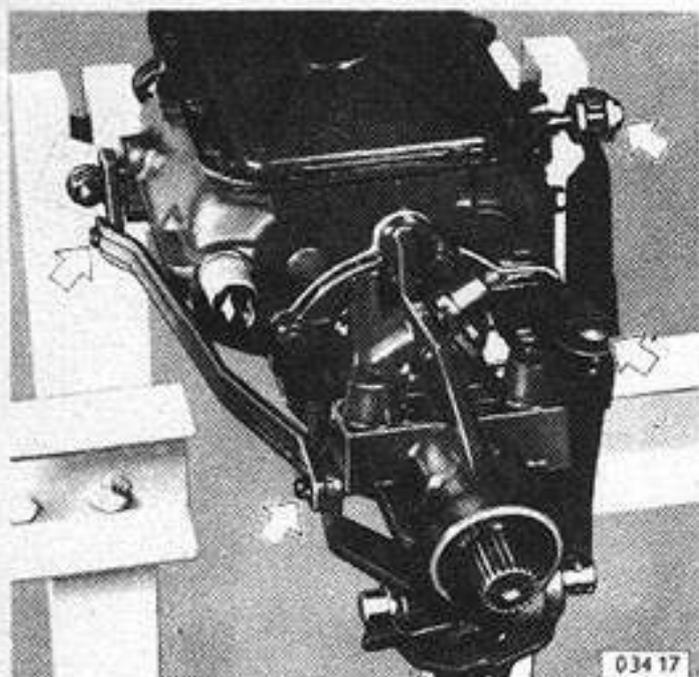

Fig. 2 — Desmontaje de la caja de velocidades
2. Desarmar la articulación de la palanca de cambios, vástagos de control de cambios y palanca selectora de transmisión (palanca central) (Fig. 2).